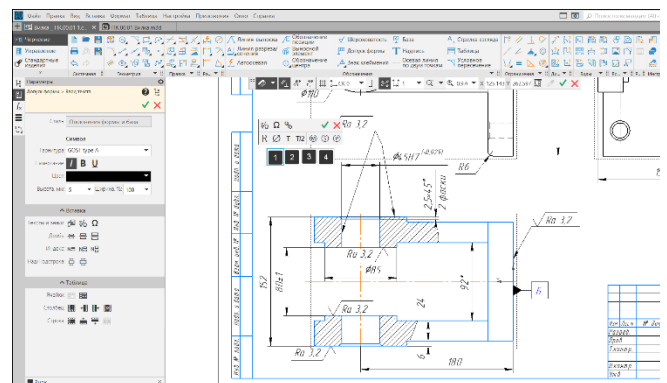
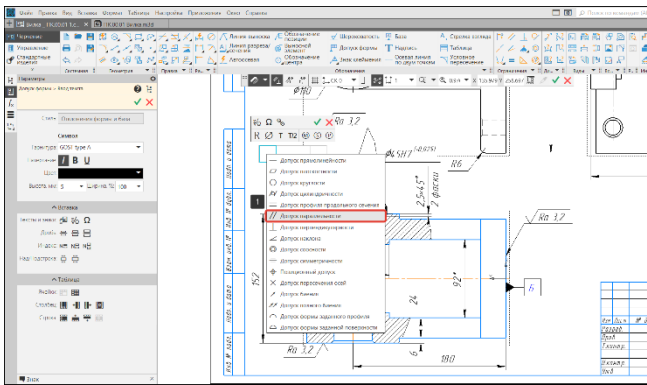

Рисунок 253 – Заполнение таблицы допусков
Рисунок 254 – Условное обозначение и наименование видов допуска
- После указания точки вставки рамки автоматически запустится процесс ввода текста. По умолчанию таблица состоит из одной строки и четырех столбиков (Рисунок 253):
- В первом (1) столбике указываются условные обозначения видов допусков;
- Во втором (2) столбике указываются числовые значения допусков;
- В третьем (3) и четвертом (4) указываются буквы обозначения баз.
- Дважды кликнем левой кнопкой в первую ячейку (1). В диалоговом окне выберем вид допуска – Допуск параллельности (Рисунок 254);